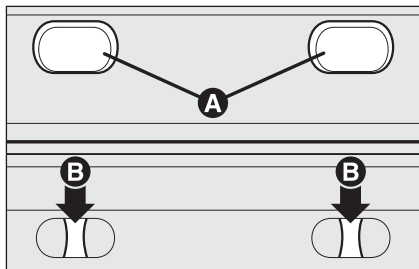
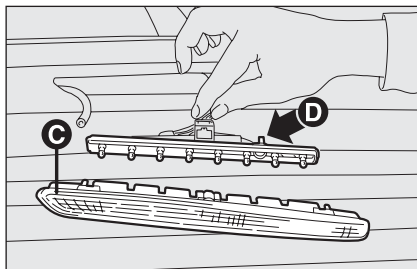

рис. 26
рис. 27
- Снимите резиновые колпачки **A** рис. 26;
- Нажмите на фиксаторы **B**-рис. 26 и выньте колпак **C**-рис. 27;
- Нажмите на лепестки **D**-рис. 27 и удалите патрон лампы;